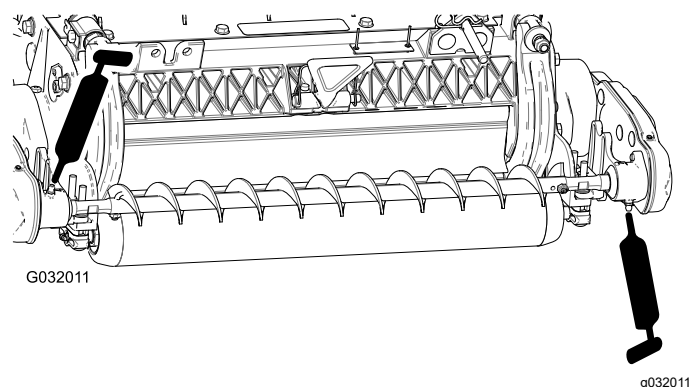

図 19
4. 左右のローラブラシベアリングハウジングのグリス注入部から、No.2リチウム系汎用グリスを注入する 図 19。はみ出したグリスはふき取る。特にエクスクルーダ・シールの周囲に残さないこと。